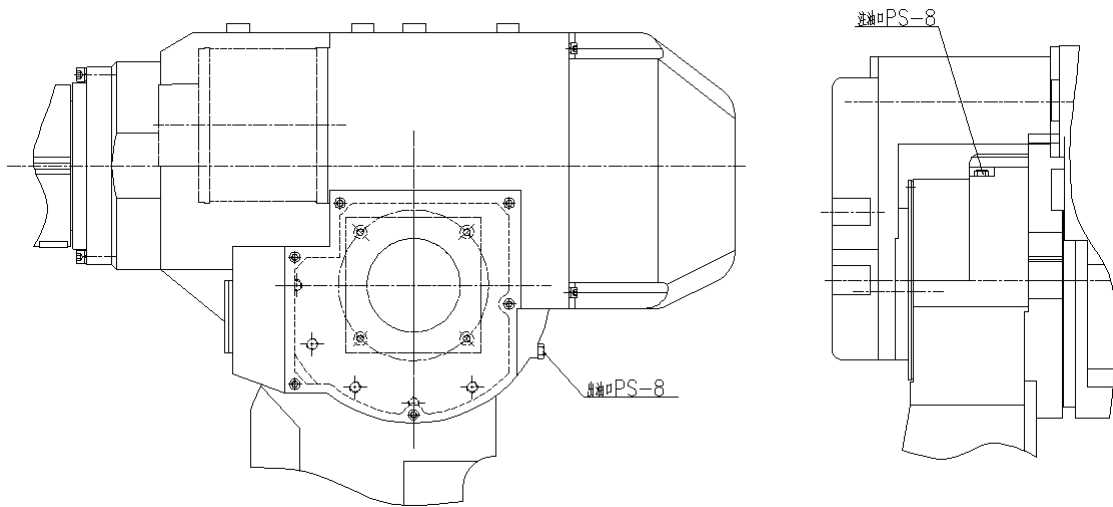

图 13 J3 轴减速机局部结构
#### (1) 油脂补充步骤（参考 图 13 J2 轴减速机局部结构）
- ④ 安装排油口堵塞前，运动 J2 轴几分钟，使多余的油脂从排油口排出；
- ⑤ 用布擦净从排油口排出的多余的油脂，在排油口安装堵塞。堵塞的螺纹处要缠生胶带并用扳手拧紧。
(2) 油脂更换步骤（参考 图 13 J2 轴减速机局部结构）